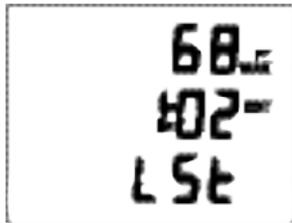

Fig. 96 - SUPERFICIE APNEA ALT 1
**SUPERFICIE APNEA ALT 1;** ésta es la información mostrada (Fig. 96):